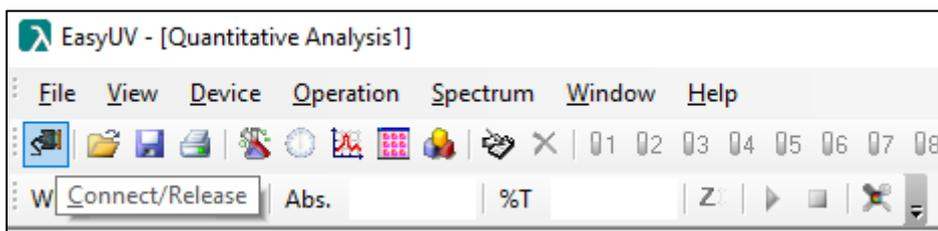

Figure 2.6-6 Icona Connetti/Rilascia
- Sulla Barra degli strumenti cliccare l'icona  (Fig.2.6-6)